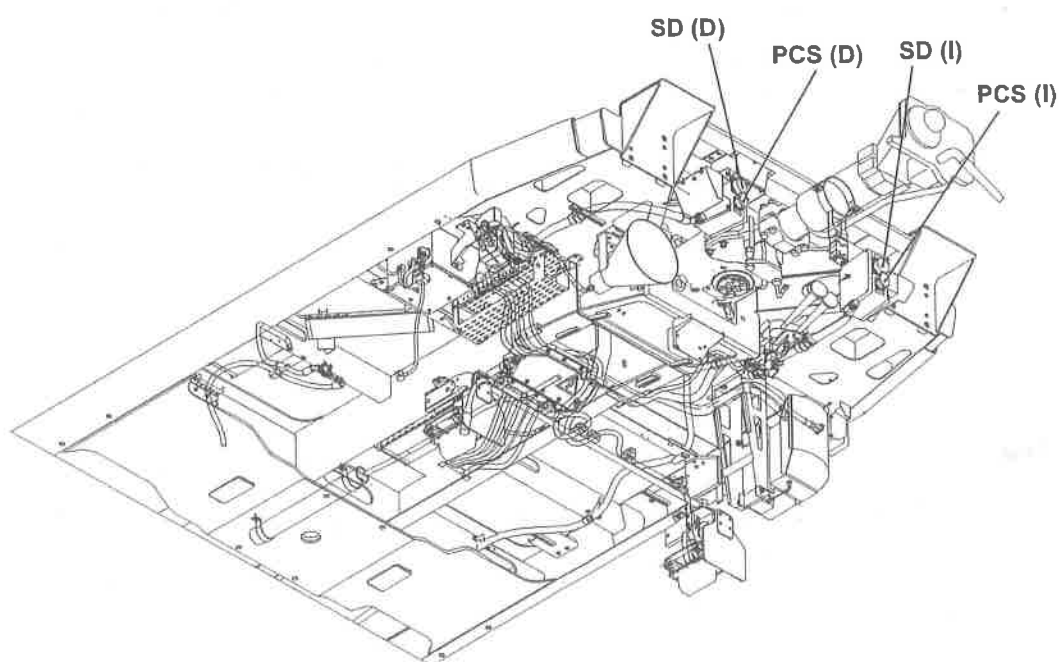

Figura 5-5. Manguera SD y PCS.
3. Después acoplar ambos trenes mediante los acopladores SD y PCS colocándolos en sus tomas bajo el cabecero del tren. Ver Figura 5-5).